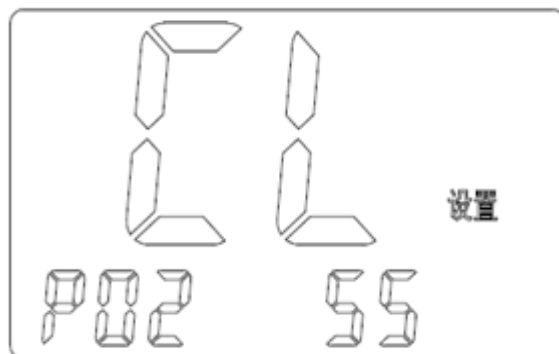

图 5
6.1 力矩控制器的调整（参见图 5）出厂时已按用户的要求调整好转矩，一般不需要再调整。如需改变整定值，可旋转凸轮的调整轴至相应刻度，先调关向，后调开向。
进入菜单后的第一个内部控制参数，显示界面如图 5：屏幕上半部分闪烁“04”；左下角显示内部控制参数标号，“P00”；右下角显示“NO”。
#### 2、输入 20mA 校准（校准范围：18.5~21.5mA）图 5